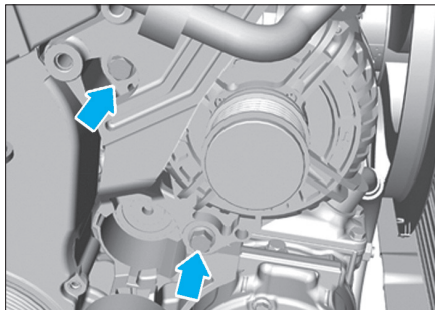

FIG. 12
- la fixation (4) puis retirer le câble (5),
- les vis de fixations (flèches) (Fig.12).